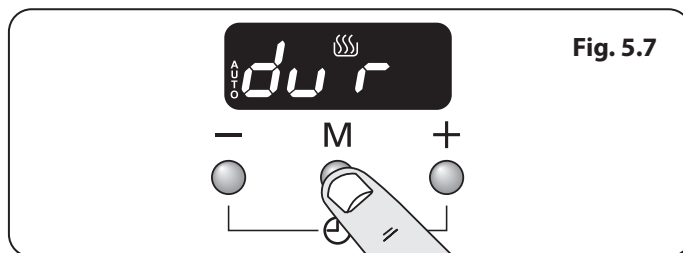

Fig. 5.7
1. Tryck på lägesknappen [M] tills displayen blinkar (dur) (Fig. 5.7). Ställ därefter in "tillagningstiden" med knapparna [+] eller [-].